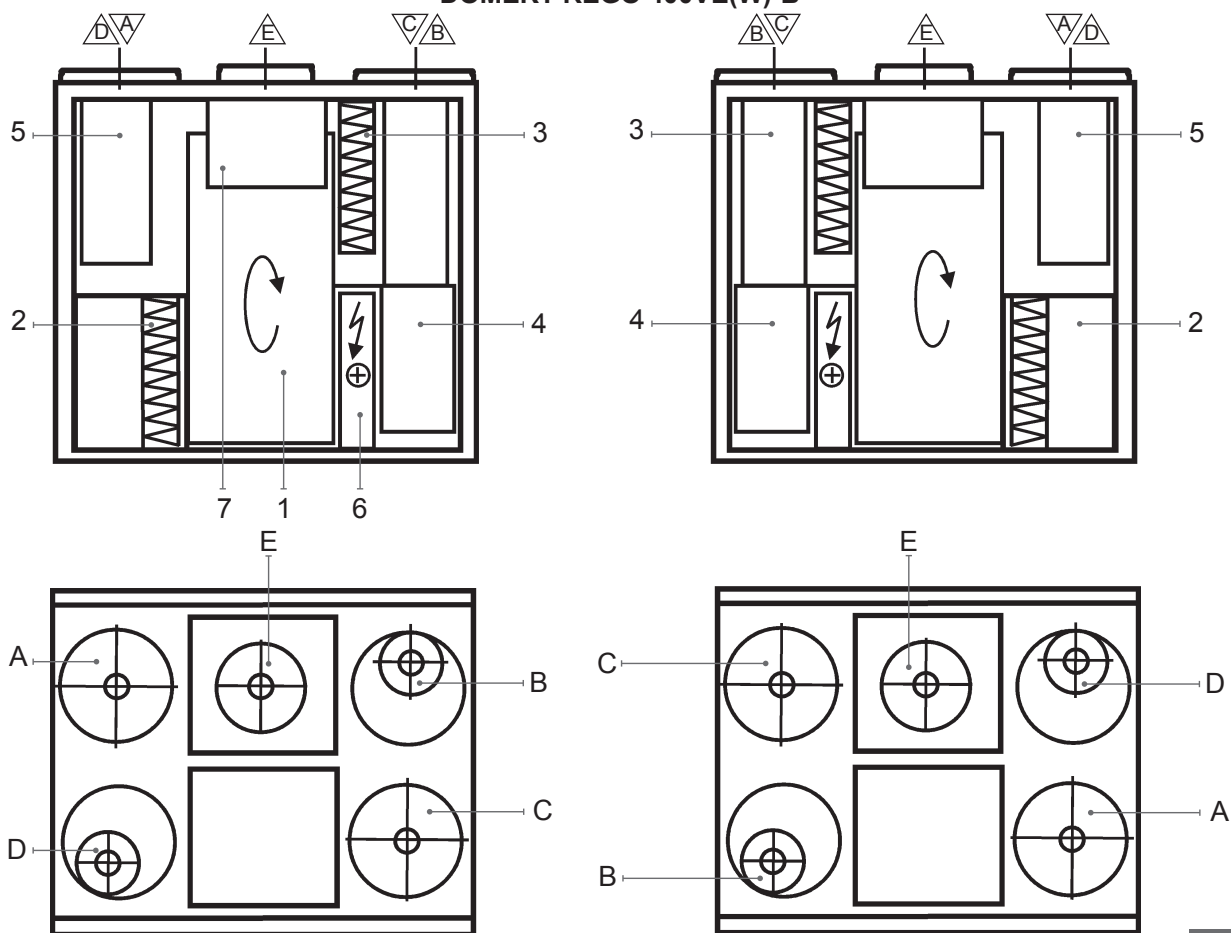

Рис. 3
- Устройство DOMEKT REGO 400VE(W) (Рис. 3) оборудовано ротационным теплообменником, воздушными фильтрами, электрическим воздушонагревателем, вентиляторами и автоматикой управления, обеспечивающей безопасную и экономичную работу устройства.